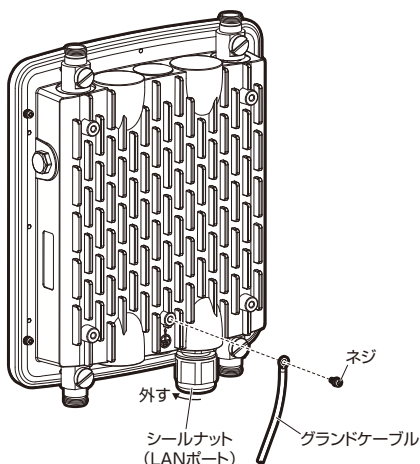
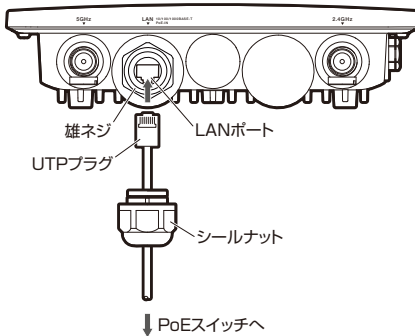

図 2.3.2 グランドケーブルの接続
図 2.3.5 UTP ケーブルの接続と防水
- 3 シールナット（図 2.3.2）を取り外し、シールナット内部にあるシール、ツメを取り出します。図 2.3.5 のように、シール、シールナットを UTP ケーブルに通します。シールには切り込みがあり、広げて通すことができます。